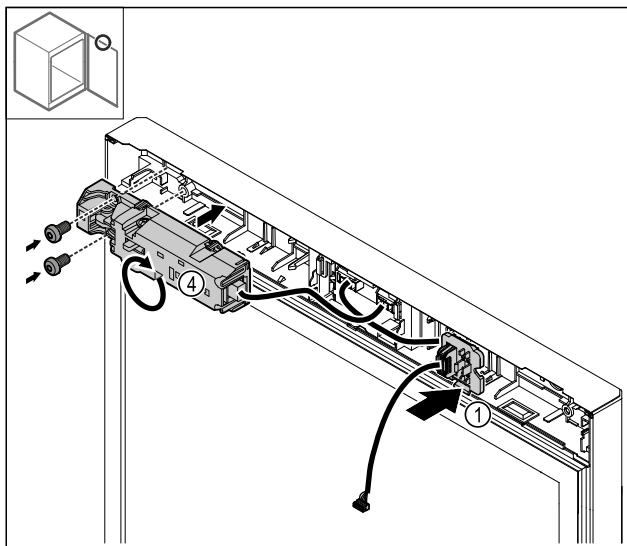

Fig. 28
- Uglavite držač utikača Fig. 28 (1) na suprotnu stranu.
- Okrenite električnu bravu Fig. 28 (4) za 180° i pričvrstite je na suprotnu stranu.